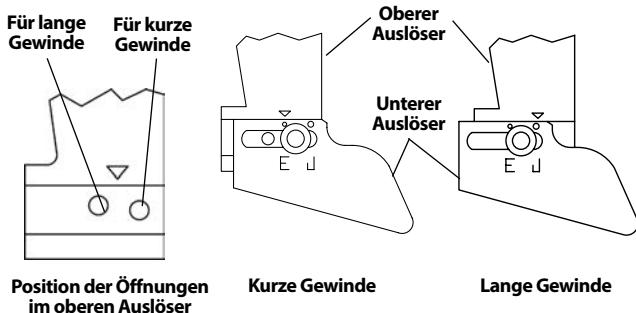

Abbildung 18 – Einstellen der Gewindelänge
- Für kurze Gewinde schieben Sie den unteren Auslöser in Richtung Maschinenspindel. Für lange Gewinde schieben Sie ihn von der Spindel weg (siehe Abbildung 18 – Werkseinstellungen abgebildet). Lange Gewinde werden normalerweise in Fernost und kurze Gebinde in Europa bevorzugt. Nach Wunsch einstellen.